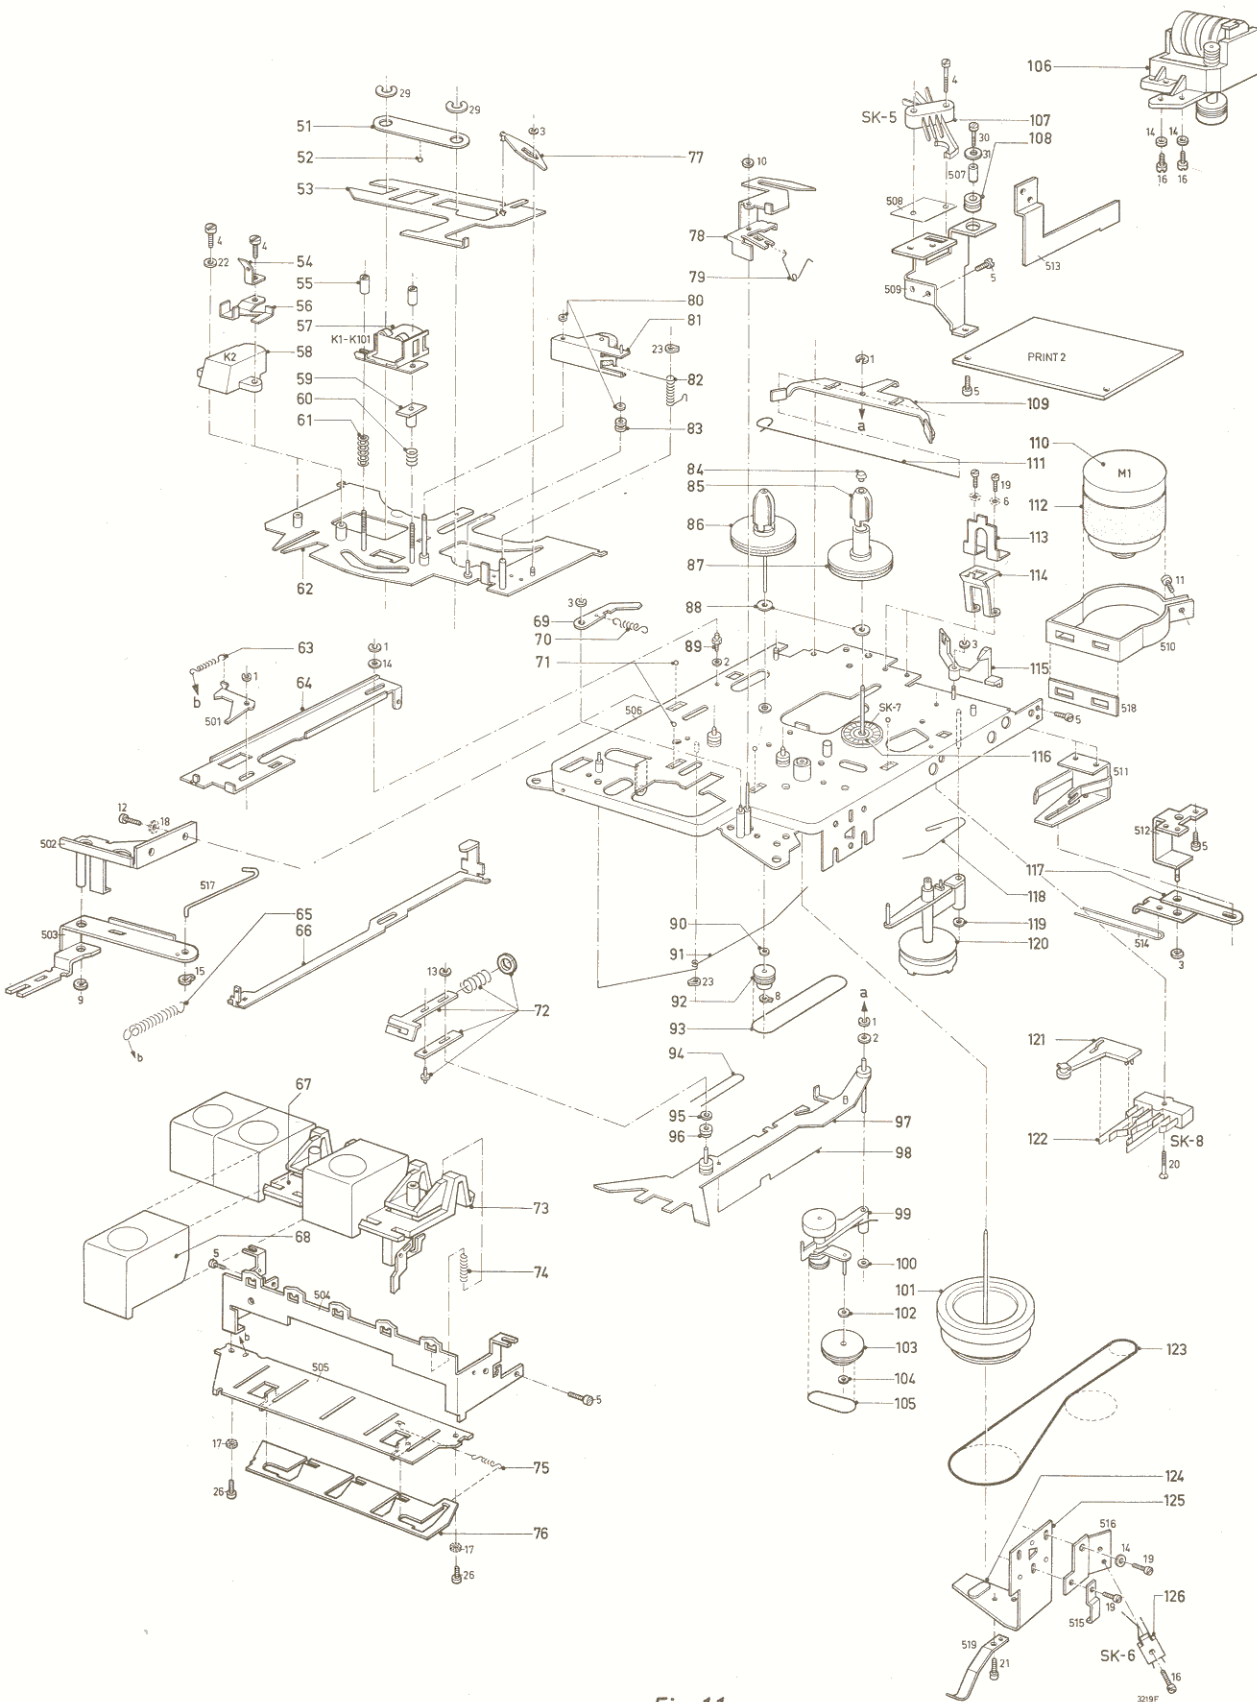

Fig. 11
#### E. Vervangen van de rechterspoelschotel 87 (fig. 11)
#### F. Vervangen van de linkerspoelschotel 86 (fig. 11)
#### G. Vervangen van de collector SK7 (pos. 116, fig. 11)
## LIJST VAN MECHANISCHE ONDERDELEN (fig. 11)